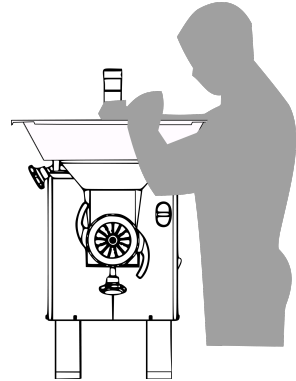

FIG. 3 POSICIÓN DE TRABAJO
- 1.- Antes de comenzar, posicione correctamente en uno de los lados del molino (Ver Fig. 3).
- 3.- Ponga el producto a moler sobre la charola (2).
- 4.- Alimente manualmente sobre la entrada del cabezal (13).
- 5.- Use el empujador (1) para introducir el producto sin forzar la entrada de éste.